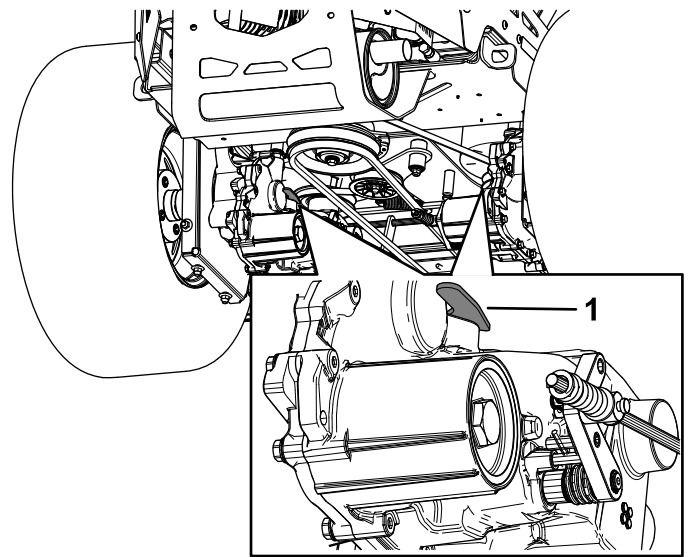

Figura 35
3. Per spingere la macchina, spostate entrambe le leve di bypass in avanti e bloccatele in posizione (Figura 35).
5. Per azionare la macchina, spostate le leve di bypass indietro e bloccatele in posizione (Figura 35).